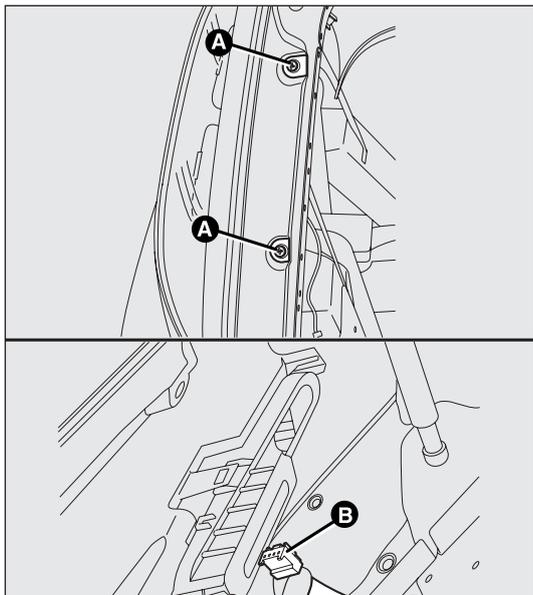

fig. 146
La disposizione delle lampade del gruppo ottico fig. 146 è la seguente:
- svitare le viti di fissaggio A-fig. 146;